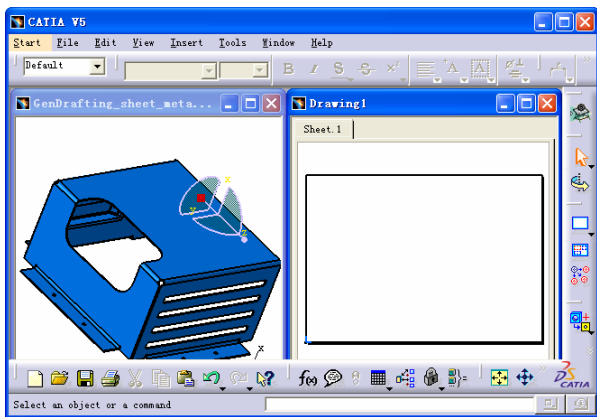

图 6-125
- 将这两个文件利用 Window→Tile Vertically 或 Tile Horizontally 并排, 如图 6-125 所示。